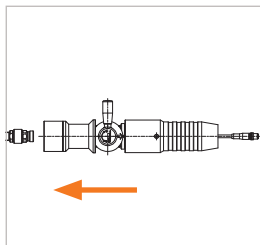

Abbildung 6
- ▶ Stecken Sie die Füllkupplung bis zum Anschlag auf den Tanknippel im Fahrzeug auf und halten Sie die Kupplung in dieser Position (OFF-Stellung) (*Abbildung 6*).